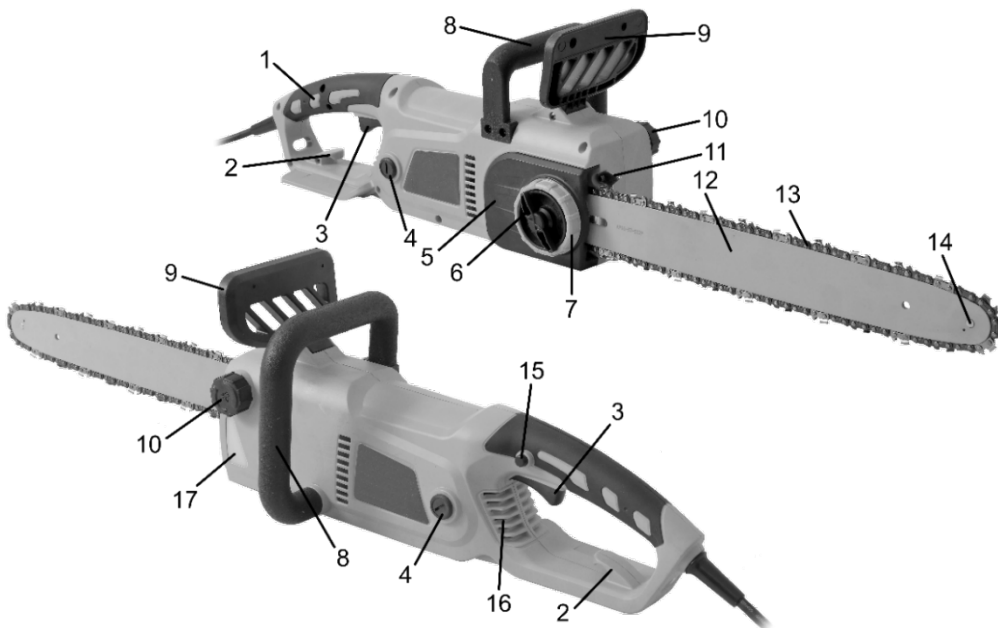

Рисунок 1
- переведіть важіль захисного пристрою (9, рисунок 1) у бік пиляльної гарнітури (гальмо ланцюга активоване);
- послабте фіксатор (6, рисунок 1), прокрутивши його проти годинникової стрілки на 1-2 оберти;
- перевірте натяжне колесо натягувача ланцюга (7, рисунок 1) за годинниковою стрілкою для натягування, або проти годинникової стрілки для ослаблення натягу ланцюга. Правильним вважається такий натяг, при якому ланцюг можна відтягнути у середній частині напрямної шини вгору рукою приблизно на 3-5 мм;
- затягніть фіксатор (6) за годинниковою стрілкою;
Перед роботою та при роботі обов'язково перевіряйте та доливайте оливу для змащування ланцюга. Перед заповненням масляного бака обов'язково відключайте пилу від мережі електроживлення. Добре очистьте поверхню навколо кришки бака (10, рисунок 1), щоб бруд не потрапив всередину. Відкрутіть кришку та відкладіть її так, щоб не загубити ущільнювальне кільце. За допомогою лійки залийте в бак потрібну кількість оливи, контролюючи рівень через напівпрозоре вікно (17, рисунок 1). Потім щільно закрутіть кришку бака.
- гальмо ланцюга не активовано (ланцюг рухається), коли важіль захисного пристрою (9, рисунок 1) переведений у бік передньої рукоятки. Це нормальне положення при роботі;
4.1.2 Переведіть важіль захисного пристрою (9, рисунок 1) у бік пиляльної гарнітури (гальмо ланцюга активовано).
4.1.3 Перевірте, що пускова клавіша (3, рисунок 1) не заблокована в увімкненому положенні. Вставте вилку електрошнура в розетку подовжувача, який потрібно зафіксувати петлею, накинутою на гачок (2, рисунок 1) через отвір в задній рукоятці (1, рисунок 1).
4.1.4 Переведіть важіль захисного пристрою (9, рисунок 1) у бік передньої рукоятки (8, рисунок 1) (гальмо ланцюга деактивовано).
4.1.5 Візьміть пилу двома руками, при цьому правою рукою за основну (задню) рукоятку (1, рисунок 1), а лівою за передню рукоятку (8, рисунок 1) (теж саме для «шульги»). Для надійного утримання пили передню та задню рукоятки щільно охоплюйте великими пальцями рук.
4.1.6 Для запуску пили натисніть кнопку блокування від випадкового ввімкнення (15, рисунок 1), а потім пускову клавішу (3, рисунок 1). Для вимкнення виробу слід відпустити пускову клавішу.